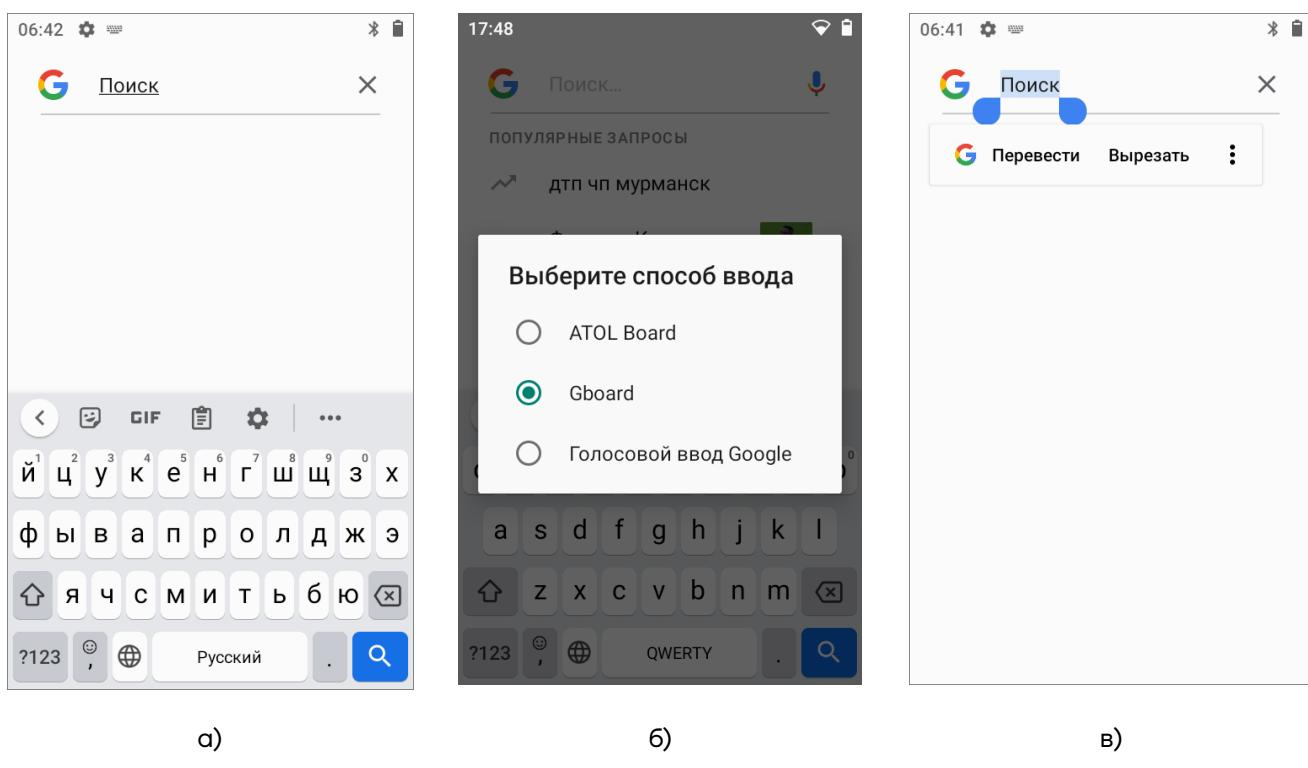

Рисунок 17. Ввод информации:
При нажатии на любое текстовое поле по умолчанию появляется экранная клавиатура (рисунок 17 а).
Переключение на ввод информации через физическую клавиатуру осуществляется через символ в области уведомлений переключением на **ATOL Board** (рисунок 17 б).
- 2** Удержаный участок текста выделится, а на его границах появятся два ограничителя (рисунок 17 в), нажав на которые можно свободно регулировать размер выделенной области текста.